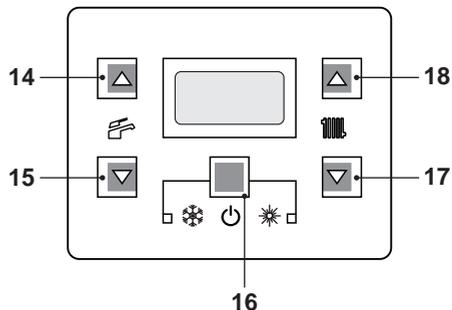
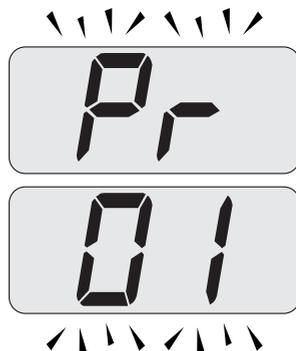
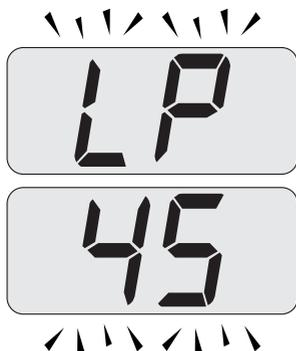
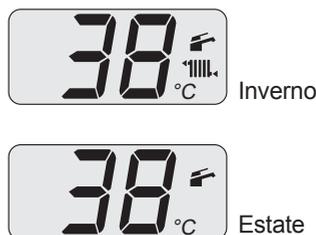

Figura 9.14
Figura 9.15
Figura 9.16
Figura 9.19
- Entrare in "modalità programmazione" premendo contemporaneamente per 10 secondi i tasti 16- 17- 18 (Figura 9.14) fino a far apparire sul display LCD le lettere **Pr** che si alternano con il codice **01**, indicanti l'entrata nel "parametro 01" (Figura 9.15).
- Premere contemporaneamente i tasti 17 e 18 (Figura 9.14) fino a far apparire sul display LCD le lettere **LP** che si alternano con il valore di temperatura dell'acqua di riscaldamento (es. **45**), indicanti l'entrata nell'attivazione della "funzione spazzacamino" alla potenza minima (Figura 9.16).
- Ripremendo contemporaneamente per 10 secondi i tasti 16- 17- 18 (Figura 9.14) si esce dalla "modalità spazzacamino" e si ritorna allo stato di caldaia precedentemente impostato (Figura 9.19).